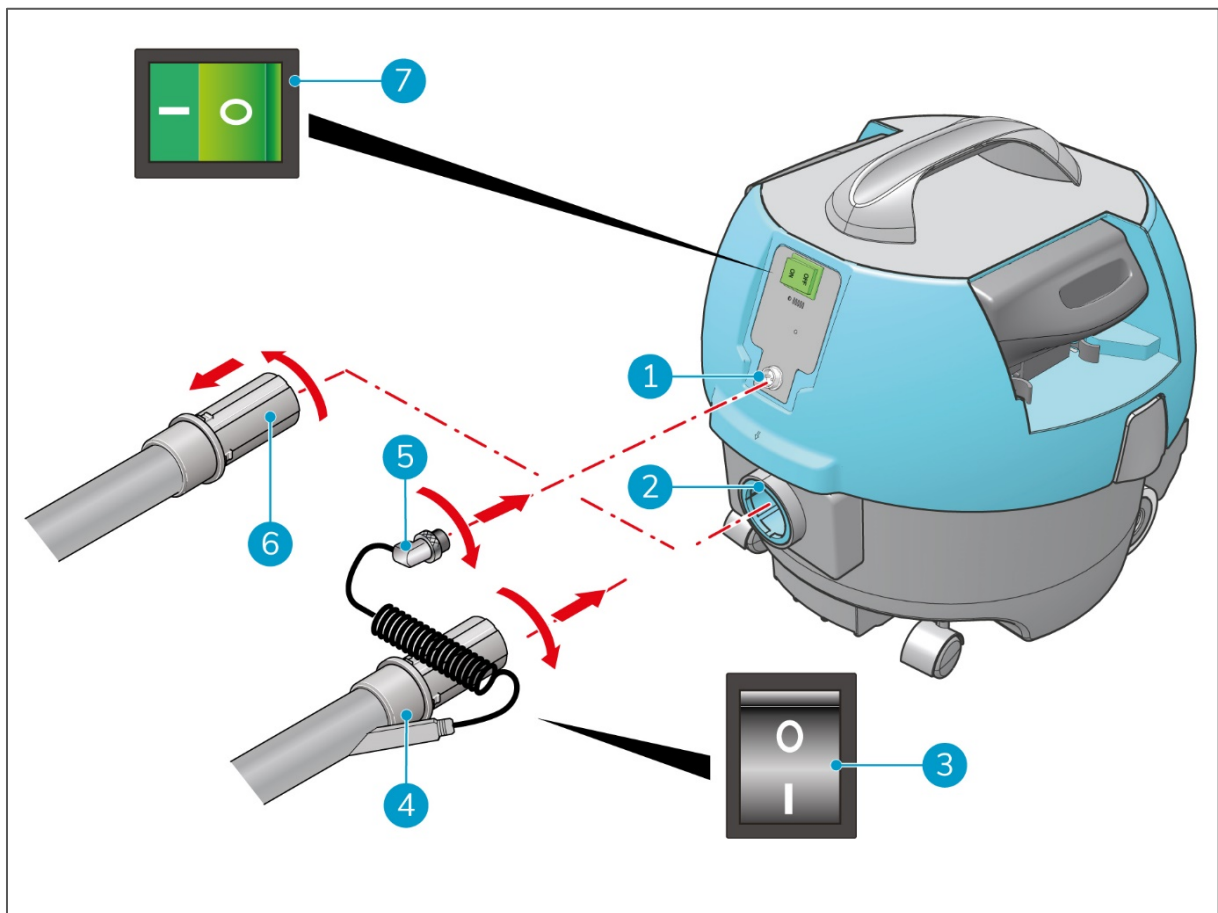

Abbildung 20
1. Drehen Sie den Schlauch der Serienausstattung entgegen dem Uhrzeigersinn (Figure 20, Pos. 6).
3. Führen Sie den Schlauch des i-brush (Figure 20, Pos. 4) in den Schlauchanschluss (Figure 20, Pos. 2) ein.
5. Stecken Sie den i-brush-Stecker (Figure 20, Pos. 5) in die Buchse am i-vac 9B (Figure 20, Pos. 1) und ziehen Sie die Steckerverriegelung fest.
6. Drücken Sie den ON/OFF-Schalter (Figure 20 Pos. 7), um den i-vac 9B einzuschalten.
7. Drücken Sie den ON/OFF-Schalter (Figure 20, Pos. 3), um den i-brush einzuschalten.
1. Drücken Sie den ON/OFF-Schalter (Figure 20, Pos. 3), um den i-brush auszuschalten.
2. Drücken Sie den ON/OFF-Schalter (Figure 20, Pos. 7), um den i-vac 9B auszuschalten.